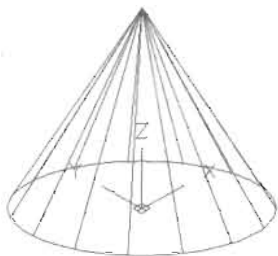

图 14-16
(2) 已知底面长、短轴的长度和高, 绘制圆锥体。在命令提示行输入 Cone 命令并回车, 绘制如图 14-16 所示的圆锥体, 命令执行过程如下。